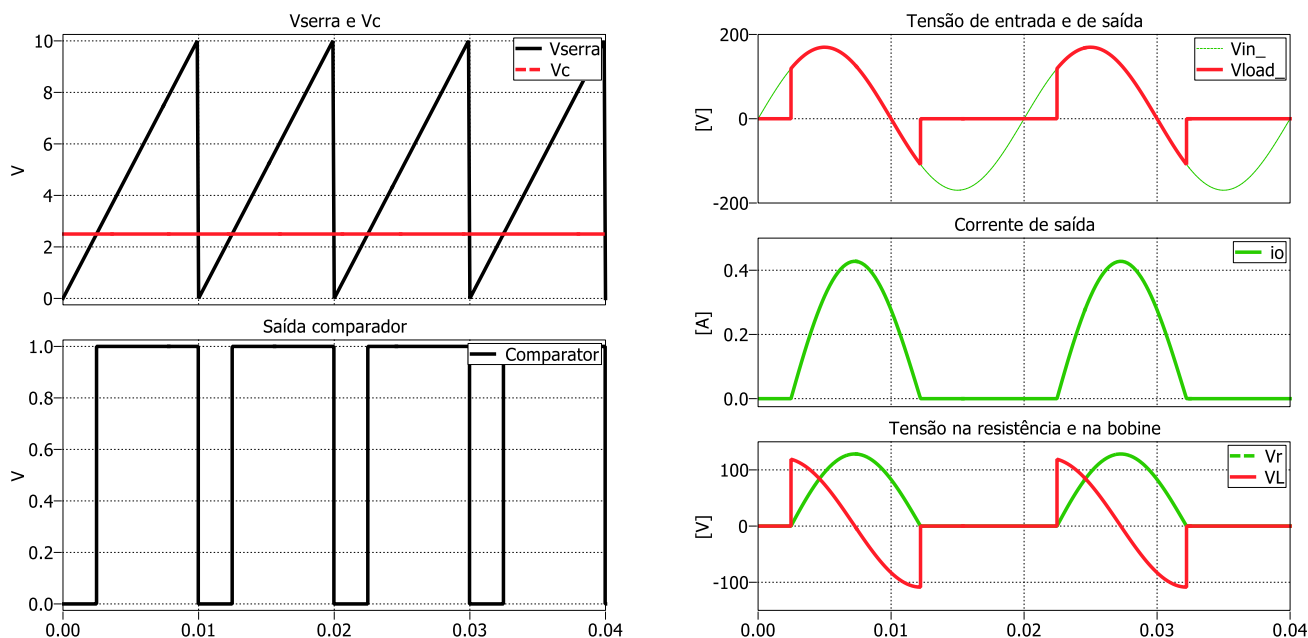

Figura 3 – Resultados de simulação
- 2) Os resultados esperados estão ilustrados na Figura 3. Confirme que o ângulo de disparo α foi ajustado para 45° .